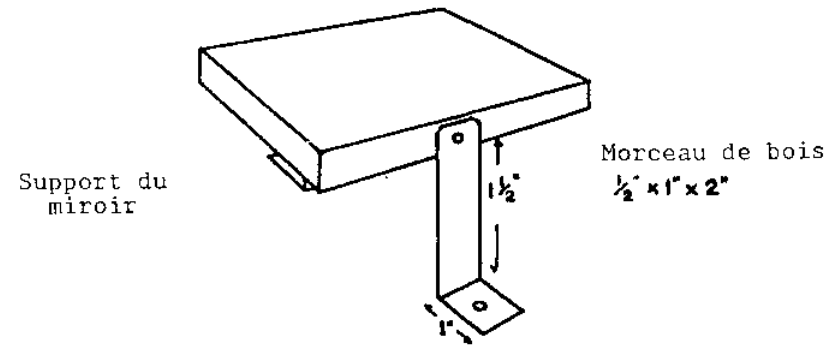

FIG. 12
24. Faites l'assemblage miroir-support (voir fig.12).